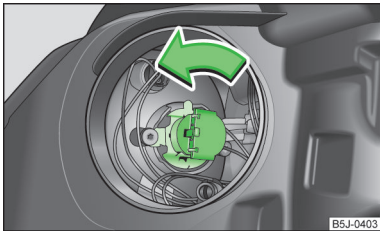

Abb. 160
- Den Stecker mit der Glühlampe bis zum Anschlag in Pfeilrichtung drehen » Abb. 160 und herausnehmen.